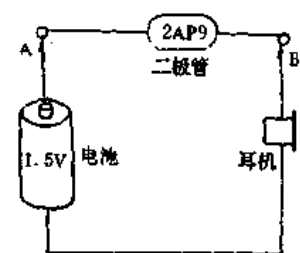

图6-8 耳机检查晶体二极管好坏
(1) 从外观上判断管型和电极。一般二极管外壳上都有标记,可根据二极管的名字(如2AP)判断它属于锗管还是硅管;还可根据二极管上印的电路符号“ $\rightarrow$ ”确定其正、负极性,有的二极管上有色点标志,那么红点一边的引线即为正极,还有一些透明外壳的二极管,其晶体片或者红、黑圆环的一边即为负极;有的塑封二极管,其白色环的一边即为负极;有的大功率(一个电极为螺栓柱的)整流二极管,其螺栓柱那端就是负极。
(2) 耳机检查法。如图6-8所示,找一节1.5V的干电池(直流稳压电源也行)和一个耳机(喇叭也行),两者串联起来,并且另接两根裸露线头A、B。然后用A、B线头去碰二极管的两个电极,耳机中应有“咔咔”声,再交换A、B线头去碰二极管电极时,也应有“咔咔”声,比较两次声音的大小,声音相差越大,说明二极管的性能越好。如果两次相碰时声音都较小甚至无声,则说明二极管已损坏或内部断路;如果两次声音都较大,并且无差别,则说明管子已